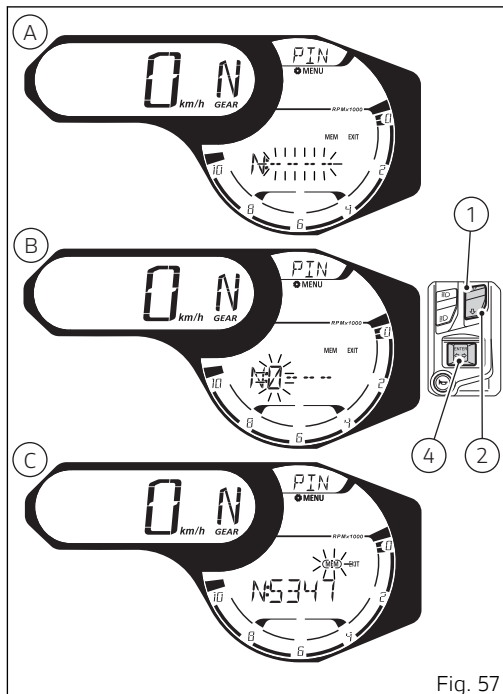

Fig. 57
Al presionar el pulsador (4) para la confirmación del cuarto y último número, en el salpicadero parpadea el borde de la inscripción MEM (C, Fig. 57).
- seleccionar "EXIT" (borde parpadeante) y presionar el pulsador (4) para salir sin guardar el PIN CODE;
- seleccionar cada uno de los números (parpadeantes) del código configurado y presionar el pulsador (4) para modificarlos, repitiendo la introducción del código;
- seleccionar "MEM" (borde parpadeante) (C, Fig. 57) y presionar el pulsador (4) para guardar el nuevo PIN CODE.